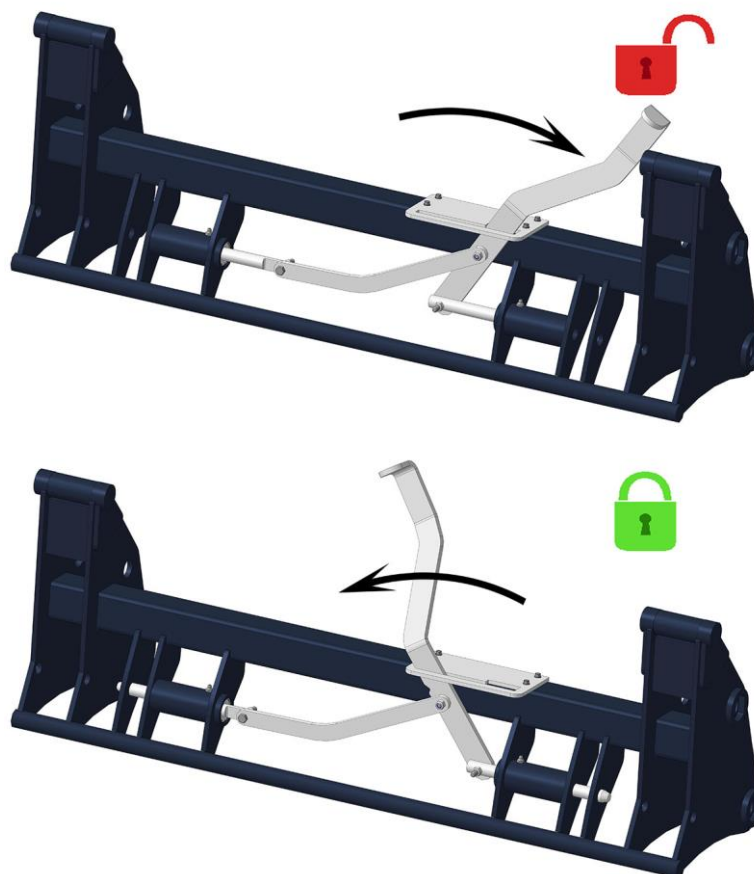

Рисунок 1.15 – Подвеска
1.4.10 **Подвеска** – механизм, предназначенный для быстрой смены рабочих органов (рис. 1.15). Подвеска значительно сокращает время **демонтажа и монтажа рабочих органов с погрузчика**. Открытие и закрытие подвески осуществляется вручную (Basic, Standard, Robust) или полуавтоматически VIP), контролируется визуально.